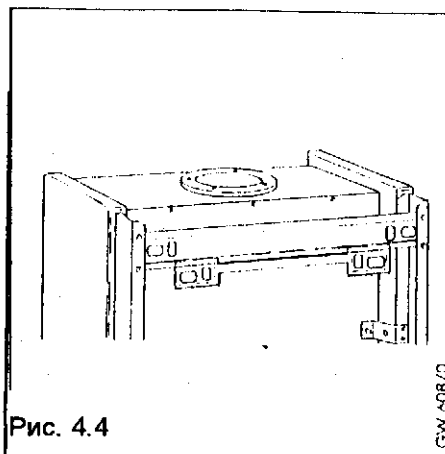

Рис. 4.4
Прикрепить держатель прибора (рис. 4.4) к стене с помощью шурупов, прилагаемых в упаковке. (При плохом состоянии стены следует по возможности использовать дополнительные или другие крепления, чтобы обеспечить надежный монтаж).
4.5.2 Монтаж прибора (рис. 4.4)